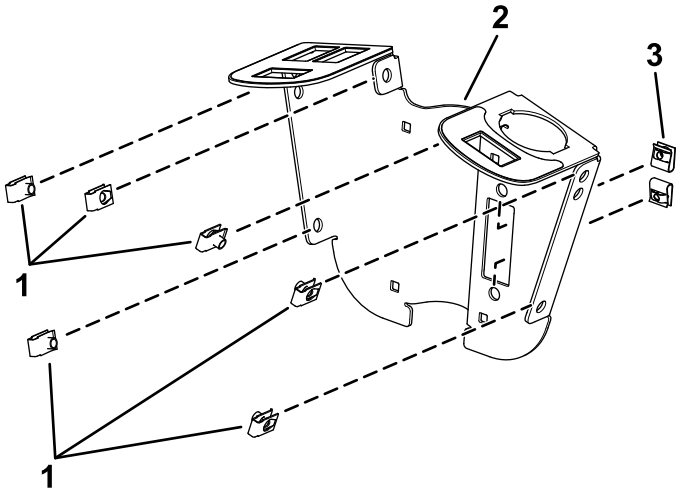

Figure 1
1. Installez les 6 clips et les 2 écrous rapides sur le support de commutateur (Figure 1).